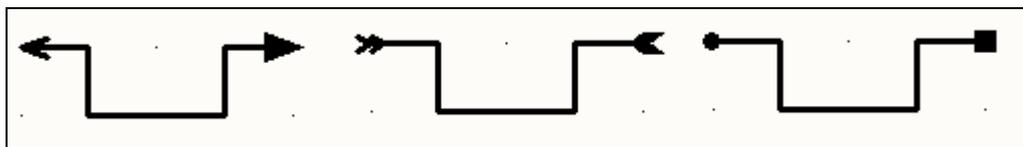

图 3-90 各式各样的直线端点样式
- 【Start Line Shape】和【End Line Shape】直线起始端点形状：直线的起始端点形状可以设置为无、空心箭头、实心箭头、空心箭尾、实心箭尾、圆形和方形。图 3-90 所示分别为上述各个端点形状。